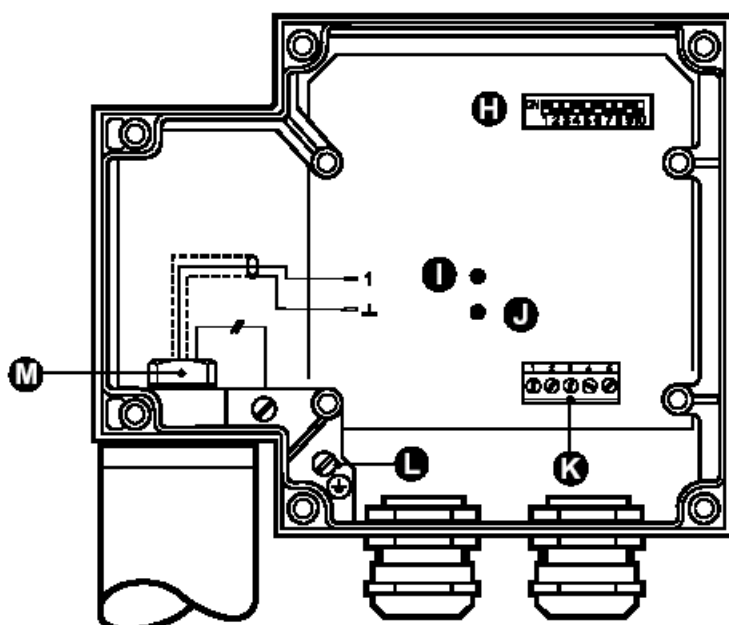

Fig.5
3. Poluzuj nakrętkę M za pomocą klucza maszynowego 17mm lecz nie zdejmuj jej Fig.5.
7. Podłącz kable do terminala przyłączy K zgodnie ze schematem podłączeń, podłącz przyłączy PE (L).